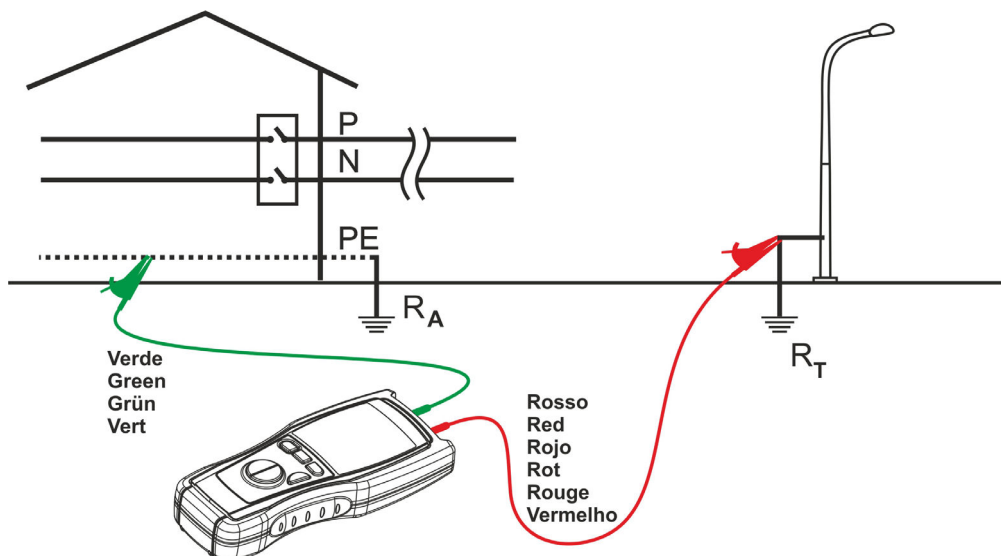
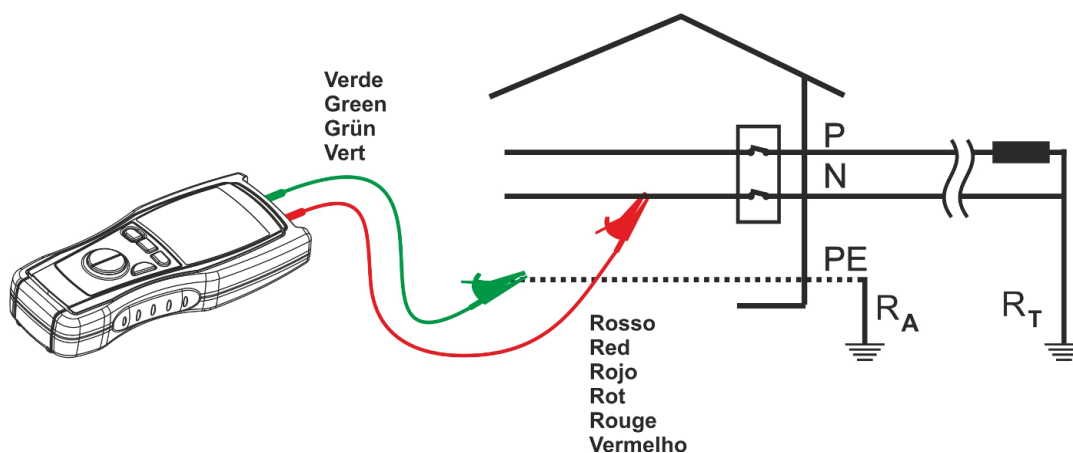

Fig. 3: Esempio di connessione dello strumento per la misura di Terra a 2 Punti
Fig. 4: Esempio di connessione dello strumento per la misura di Terra a 2 Punti (utilizzabile solo per sistemi TT).
- Nella Fig. 3 si è utilizzato come *dispersore ausiliario* un palo della luce, ma possono essere altrettanto validi una tubazione dell'acqua o qualunque corpo metallico infisso nel terreno che rispetti le condizioni di cui sopra
- Solo se il sistema in esame è un sistema TT si può utilizzare il conduttore di Neutro come dispersore ausiliario (vedi Fig. 4).
7. Collegare i terminali dello strumento nei punti desiderati del circuito in esame (si veda la Fig. 4 e Fig. 3).